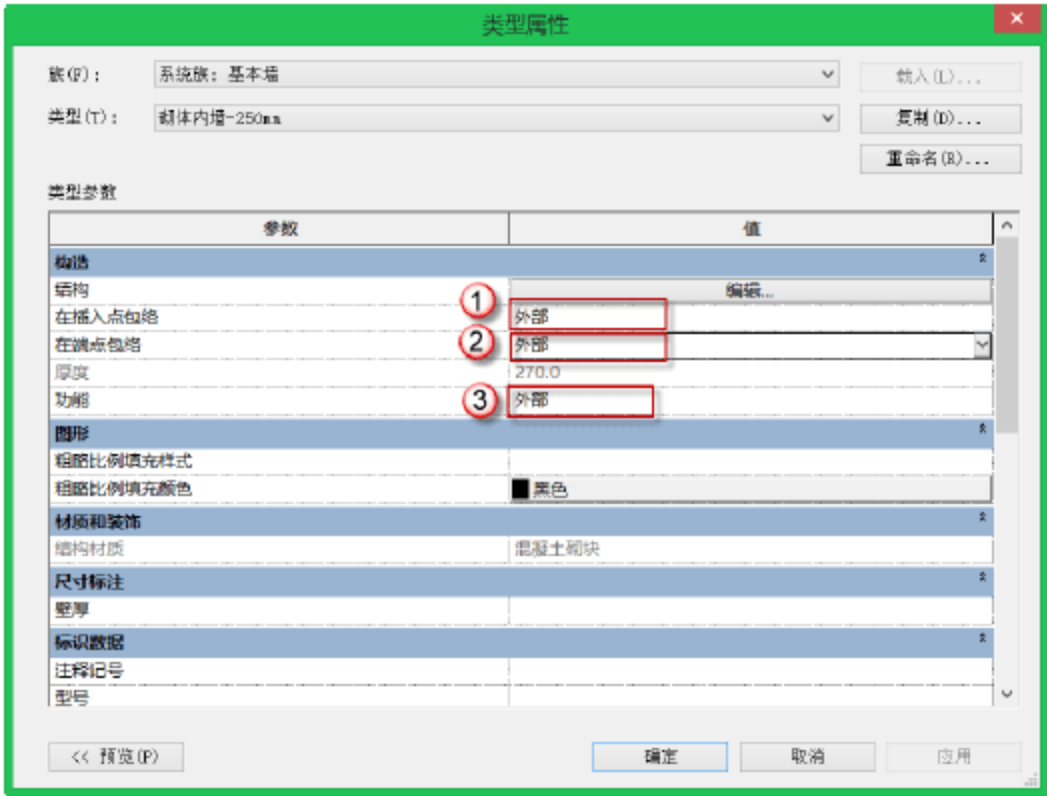

图 10.2.20 编辑“包络”
(8) 编辑“包络”。在“类型属性”对话框中，选择“在插入点包络”后的参数“不包络” → “外部”，再选择“在端点包络”后的参数“无” → “外部”，选择功能参数后的“无” → “外部”，如图 10.2.20 所示。